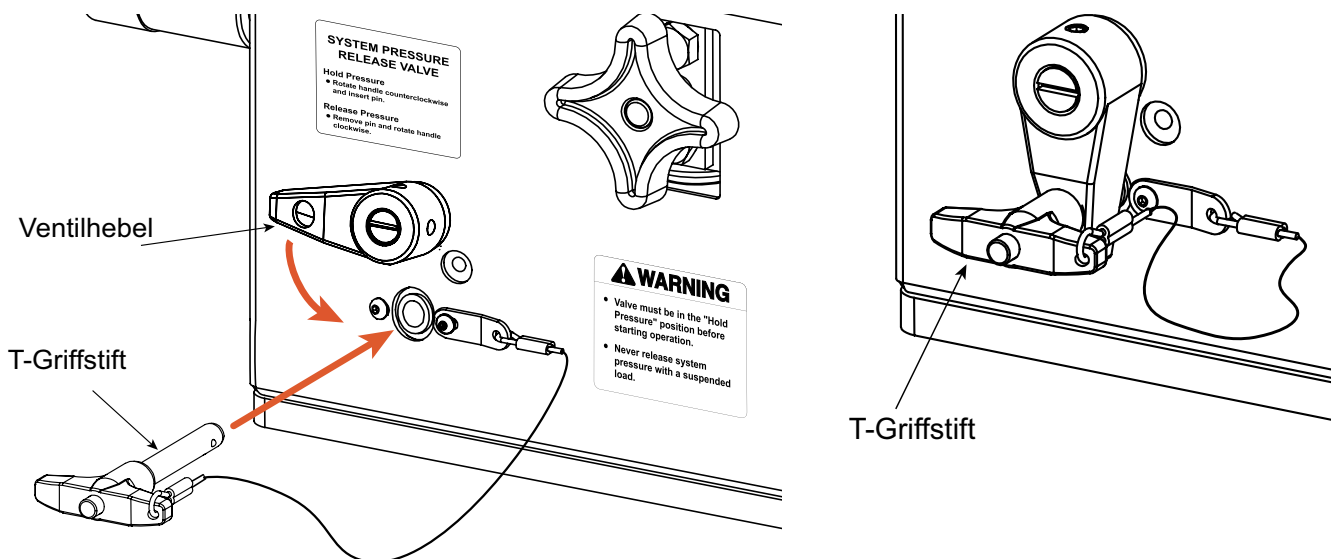

Abb. 19: System-Druckentlastungsventil
- Zum Aufrechterhalten des Drucks drehen Sie den Ventilgriff gegen den Uhrzeigersinn und setzen Sie den Stift ein (siehe Abbildung 19).